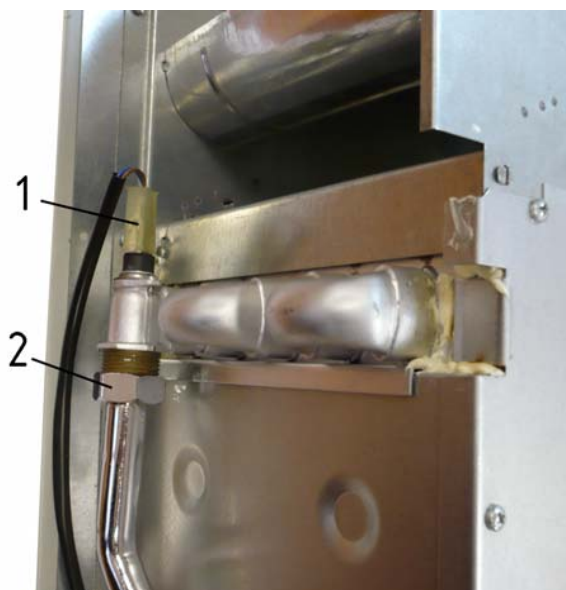
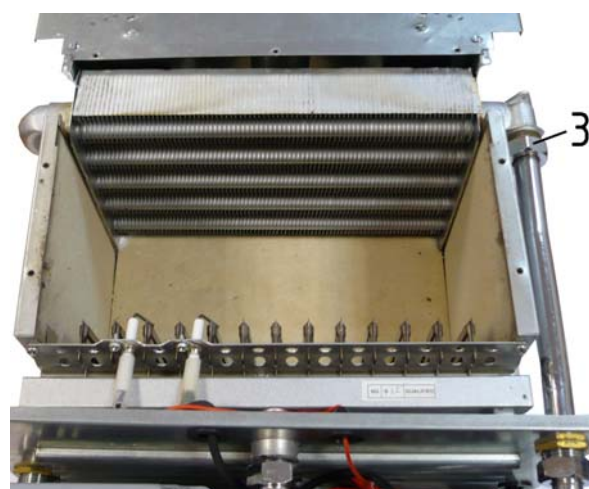

Рис. 10. Отсоединение проводов от термореле
Рис. 11. Демонтаж теплообменника
- ✓ отсоединить кабель от термореле 1 (см. Рис. 10);
- ✓ ключом на 30 отвернуть гайку 2 (см. Рис. 10) и гайку 3 (см. Рис. 11) крепления труб к теплообменнику;